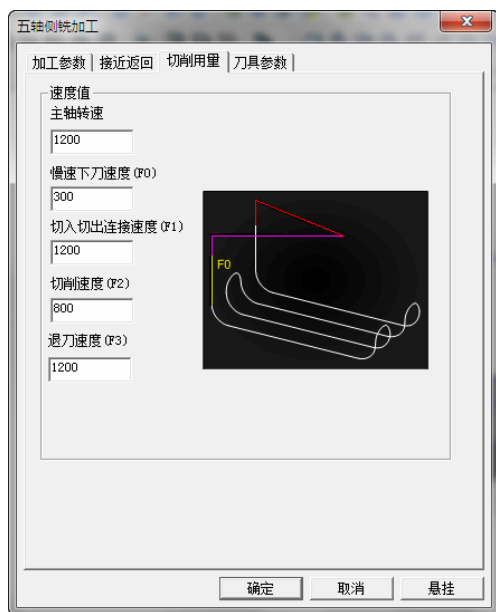

图 8-277 “切削用量”选项卡
3) 单击“切削用量”选项卡，设置“主轴转速”“慢速下刀速度”“切入切出连接速度”“切削速度”“退刀速度”参数数值如图 8-277 所示。